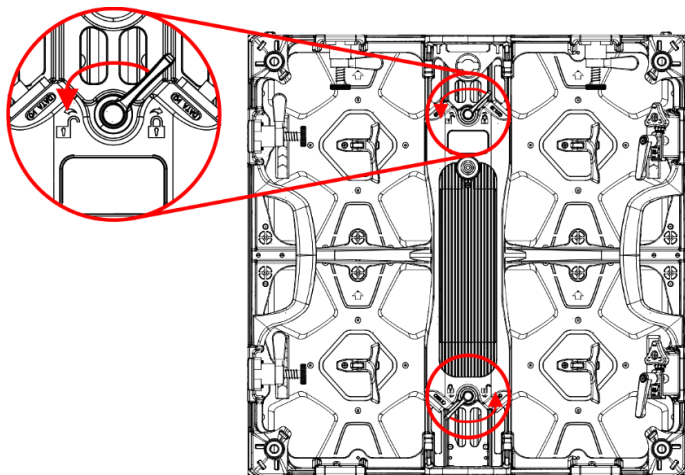
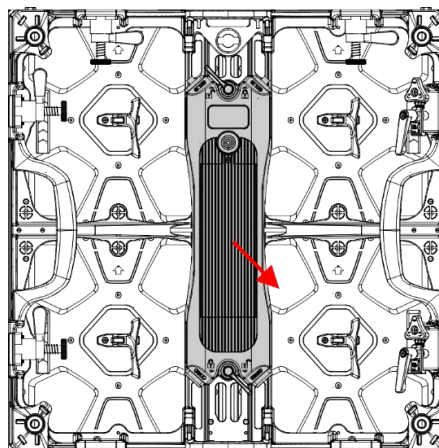

Fig. 69
Fig. 70
- 01) Gire la **palanca de bloqueo (13)** superior hacia la izquierda para soltar el cuadro de control de la pantalla LED como se indica en la Fig. 69.
- 02) Gire la **palanca de bloqueo (13)** inferior hacia la derecha para soltar el cuadro de control de la parte inferior de la pantalla LED.
- 03) Extraiga el cuadro de control como se indica en las Fig. 70 y 71.